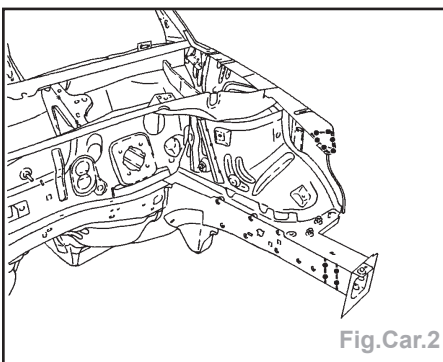

Fig.Car.2
- Préparer les bords d'accostage et protection par apprêt soudable (Fig.Car.2).